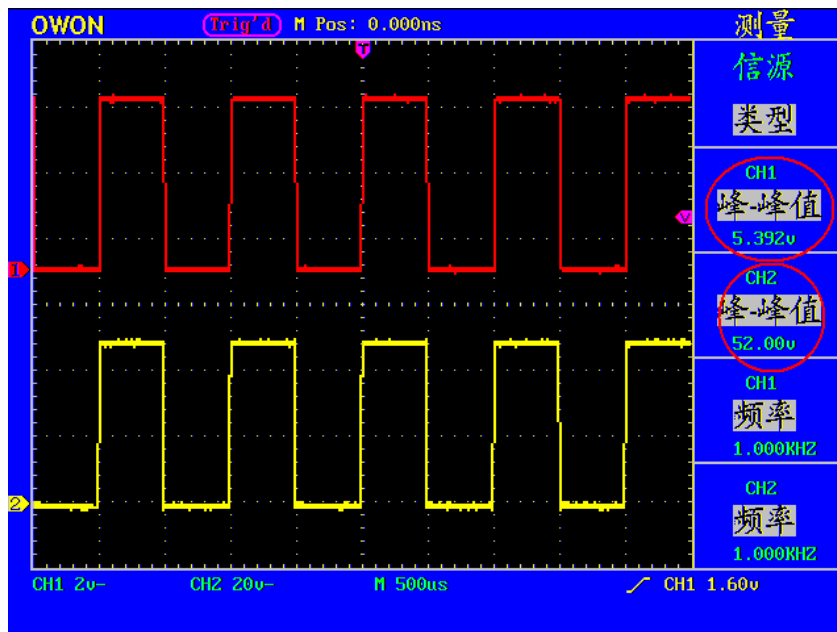

图109： 增益测量波形
- 10、从显示菜单中读出通道1和通道2的峰-峰值。见图 109。